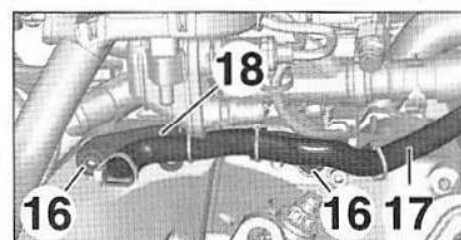

FIG.9
- Déposer les écrous (16) (Fig.9).
- Écarter l'ensemble faisceau moteur (17) et son support (18).